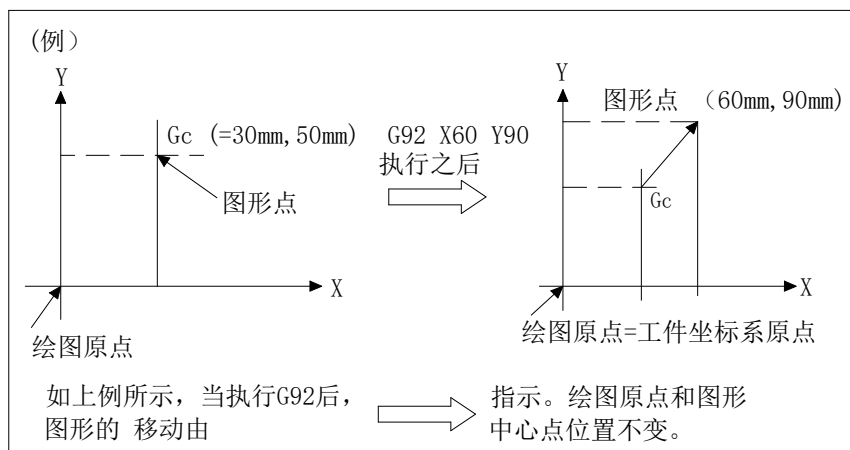

图3-6-4 工件坐标系统原点和绘图原点
- 工件坐标系和图形 即使工件坐标系原点改变，绘图原点和图形中心点的位置也不改变。换句话说，工件坐标系原点总是与图形原点保持一致（见图 3-6-4）。